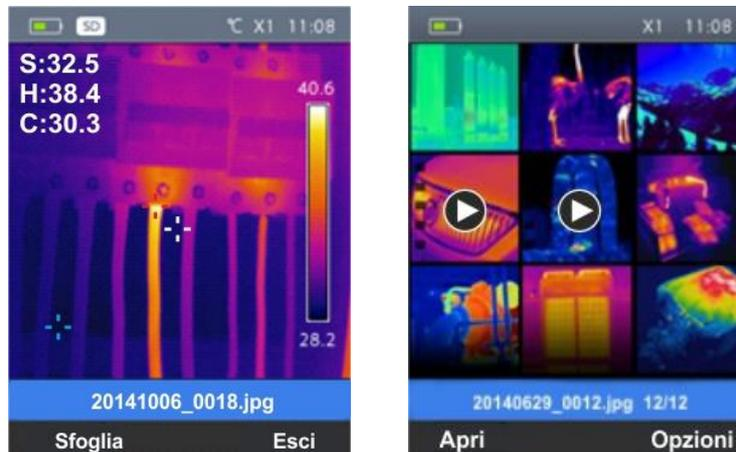

Fig. 31: Richiamo immagine o video a display
1. Premere il tasto . Lo strumento mostra a display l'ultima immagine/video salvata (vedere Fig. 31 – Parte sinistra)
3. Premere il tasto “Sfoggia” per accedere alla galleria di immagini/video salvati (vedere Fig. 31 – Parte sinistra)